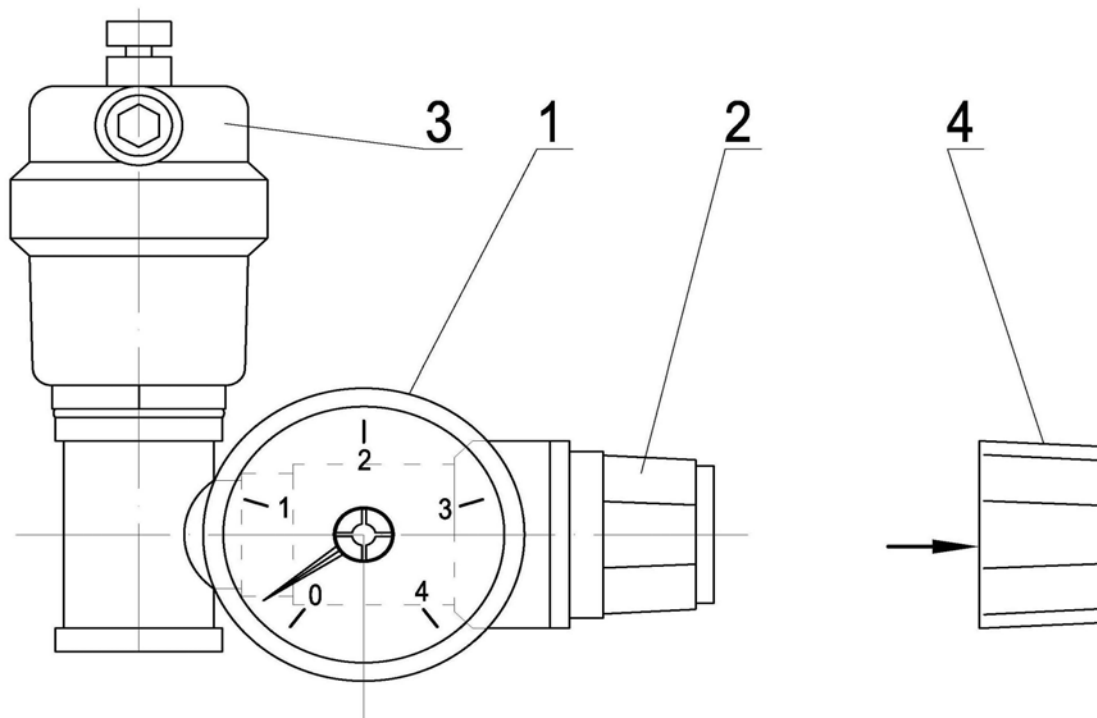

Рис.5
- Провести визуальный контроль целостности узлов входящих в состав предохранительной сборки **Рис.5**.
- Снять защитный колпачок (4), слегка потянув его по направлению стрелки.
- Повернуть рукоятку предохранительного клапана (2) против часовой стрелки до характерного щелчка, при этом стрелка манометра должна показать падение давления (отклониться влево).
- Надеть защитный колпачок (4) на прежнее место.